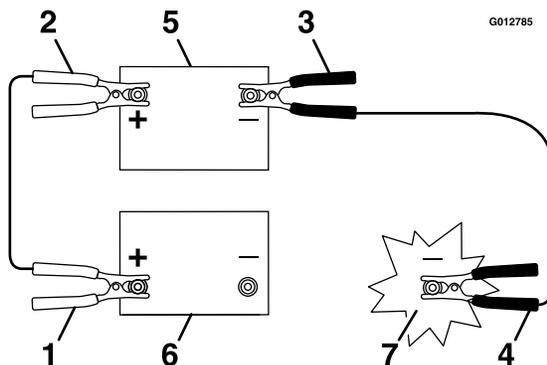

Bild 14
3. Schließen Sie das Pluskabel (+) an den Pluspol (+) der entladenen Batterie an, der am Anlasser oder Magnetventil angeschlossen ist, wie in Bild 14 dargestellt.